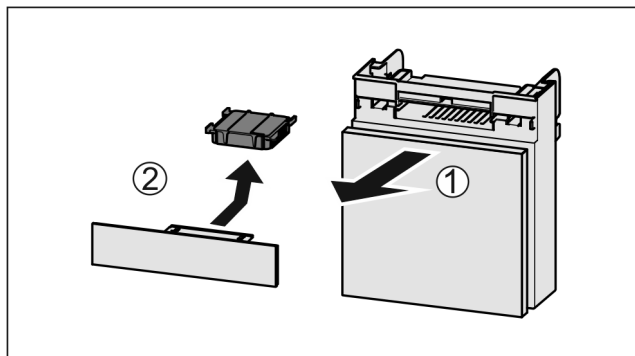

Fig. 67
- Fach nach vorne herausziehen Fig. 67 (1).
- Aktivkohlefilter entnehmen Fig. 67 (2).